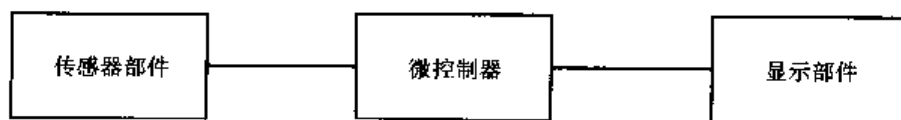
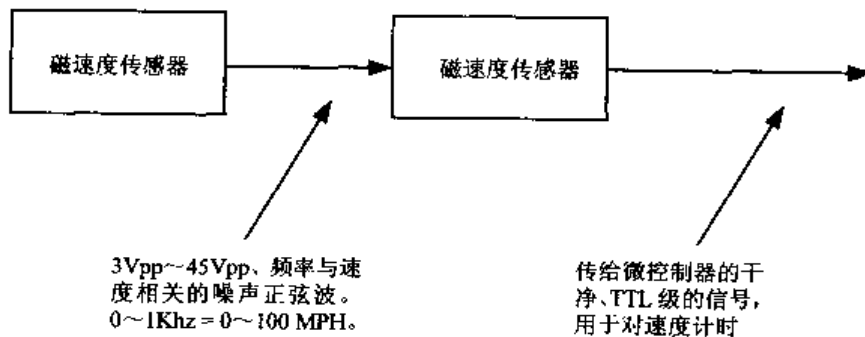

图 5-1 基本框图
图 5-3 扩展传感器框图
在定义阶段进行调查研究的目的是为了保证项目确实能够实现。调查的早期阶段可以得出一个大概的或宏观的框图，如图 5-1 所示。用某种通用术语来说，这一框图显示了组成最终项目的电路。如果调查研究中发现项目某一部分使用了尖端的技术或是对已有技术的一种全新的应用，就要模拟或建立并测试一些电路，以证明该电路能用于本项目。调查研究的目的是让设计师有充分理由确信该项目确实能够运行。
(1) 从项目定义阶段形成的基本框图开始，这种框图很可能存在一些包含不止一种功能的图框。例如，如果要开发一种记录汽车参数(如速度、耗油量以及簧片组的偏差等)的设备，您可能会需要将一个名为传感器的模块直接连到微控制器。或者每个传感器有一个单独的模块用一条线连接到微控制器。也可能会有不止一个模块用于显示，如图 5-1 所示。这一步的目的是为了从模块的形式出发，接下来如果用正确的电路代替模块，就能得到所需的成果。
(2) 对相关组件和电路进行深入研究，以决定每个模块使用哪种电路和组件进行填充。当您决定将使用的电路和组件时，就自然将项目分成更小的模块，其目的是将模块分成您打算分别测试的最小单位。这些完成时，每个模块应该会列出其输入、输出电平和(或)信号。这些信号定义将用于对各个模块的测试。图 5-3 显示的仅是速度传感器(图 5-1 中所示的 3 个模块中的一个)被分成了合理的，可测试的模块。